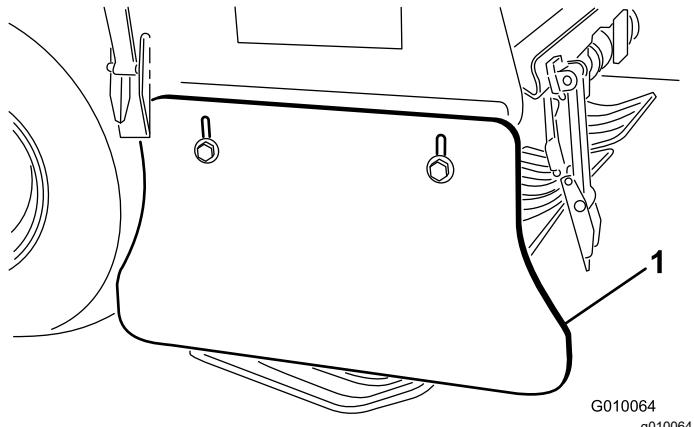

Bild 172
2. Lösen Sie die Kopfschrauben und Sicherungsbundmuttern, mit denen die Seitenabdeckung am Aerifizierkopfrahmen befestigt ist (**Bild 172**).